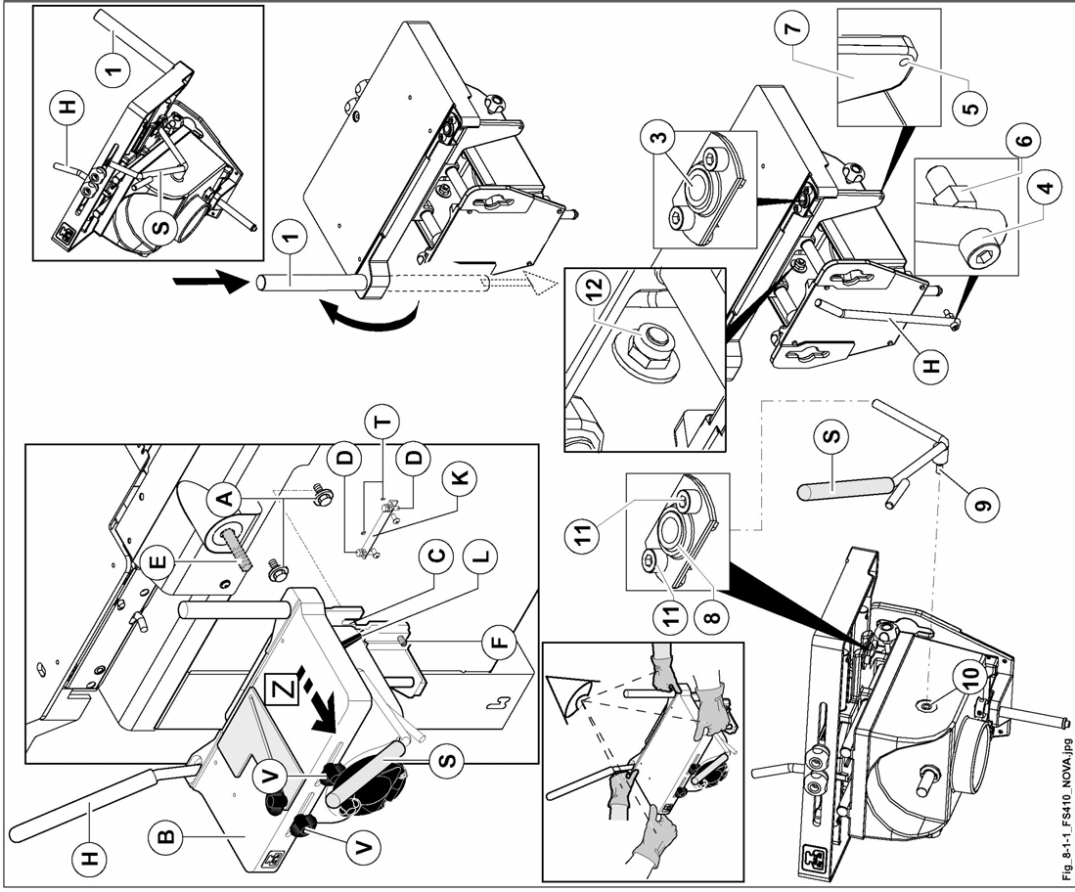

Abb. 8.1-1
Die Fläche in Richtung des Zeigers Z verlagern und durch Abriegeln dem Hebel (L Abb. 8.1-1) (zunächst zum Anschlag bringen) blockieren; die beiden seitlichen Bolzen zum Anschlag drücken und die 2 Knäufe (V Abb. 8.1-1) abriegeln.
falls mitgeliefert, den Winkel (K Abb. 8.1-1) an den vorgesehenen Bohrungen (T Abb. 8.1-1) montieren.
- 1) Schrauben (A Abb. 8.1-1) mit den dazugehörigen Unterlegscheiben auf dem Sockel der Maschine vorbereiten.
- 2) Die Stemmmaschine (B Abb. 8.1-1) anheben und den Schwalbenschwanzschlitten (C Abb. 8.1-1) an den Köpfen der Schrauben (A Abb. 8.1-1) einsetzen.
- 3) Montieren Sie die Steuerhebel (H und S, Abb. 8.1-1).
Hebel (S Abb. 8.1-1):
- der Hebel (S Abb. 8.1-1) wird teilweise im Werk montiert, indem ein Ende in die Kupplung (8 Abb. 8.1-1) eingesetzt wird;
- die Schrauben (11 Abb. 8.1-1) lösen;
- den Bolzen (9 Abb. 8.1-1) in die Bohrung (10 Abb. 8.1-1) einführen;
- die Schrauben (11 Abb. 8.1-1) festziehen;
- die Mutter (12 Abb. 8.1-1) festziehen; dabei das kleinstmögliche Spiel lassen.**Hebel (H Abb. 8.1-1):**
- den Hebel (H Abb. 8.1-1) in die Kupplung (3 Abb. 8.1-1) einführen;
- die Schraube (4 Abb. 8.1-1) in die Bohrung (5 Abb. 8.1-1) so einschrauben, dass der Hebel (H Abb. 8.1-1) das kleinstmögliche Spiel hat;
- die Mutter (6 Abb. 8.1-1) am Teil (7 Abb. 8.1-1) festziehen.
- 4) Die Schrauben (A Abb. 8.1-1) anziehen, bis die Kehlmaschine mit dem Unterbau verbunden ist, und dann die Parallelität des Tisches mit Bezug auf den Bohrer (E Abb. 8.1-1) (siehe "Bohrer für Spindel - Einbau" Abs. 8.1.2) an den Schrauben (D Abb. 8.1-1) und den vier Bolzen (F Abb. 8.1-1) einstellen.
- 5) Überprüfen, ob die Einstellung ordnungsgemäß vorgenommen wurde: hierzu die Fläche seitlich verstellen und hiernach die Schrauben (A Abb. 8.1-1) festziehen.
- 6) Sicherstellen, dass die vier Bolzen (F Abb. 8.1-1) auf dem Unterbau aufliegen.
- 7) Den Bolzen (1 Abb. 8.1-1) (Halterung des Druckwerks) wie in der Abbildung dargestellt wieder positionieren.